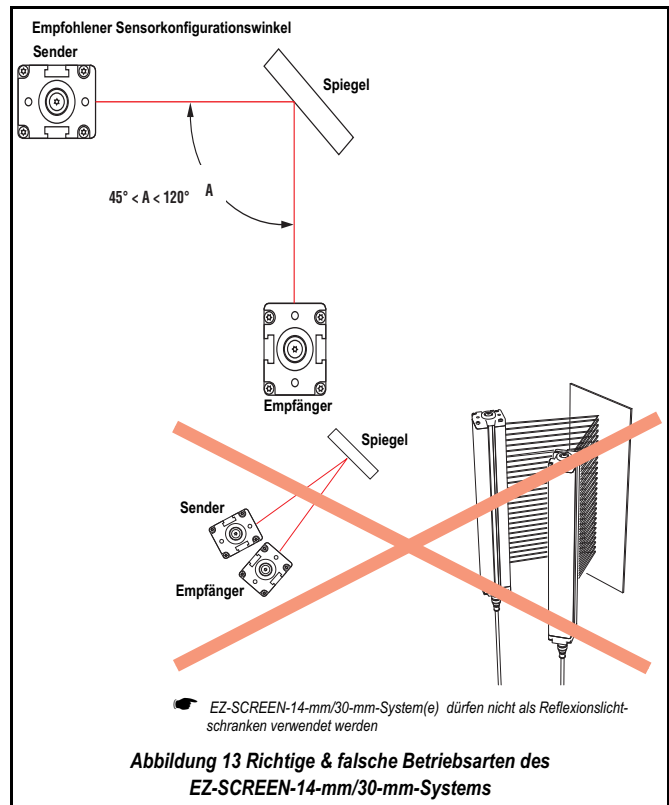

Abbildung 13 Richtige & falsche Betriebsarten des EZ-SCREEN-14-mm/30-mm-Systems
Wenn Spiegel verwendet werden, muss der Unterschied zwischen dem Einfallswinkel vom Sender zum Spiegel und vom Spiegel zum Empfänger zwischen 45° und 120° liegen (siehe Abbildung 13 auf Seite 30). Wenn sie wie im Beispiel gezeigt in einem spitzeren Winkel positioniert werden, könnte ein Objekt im *Sicherheits-Lichtvorhang* Strahlen zum Empfänger reflektieren, wodurch verhindert wird, dass das Objekt erfasst wird (d. h. *falsches Proxing*). Winkel über 120° erschweren die Ausrichtung und führen möglicherweise zu *optischen Kurzschlüssen*.
- 4) Neigen Sie die Spiegel relativ zum Sender/Empfänger so, dass die vordere Fläche eines Senders/Empfängers im ersten Spiegel zu sehen ist, wenn Sie direkt vor dem anderen Sender/Empfänger stehen und in den Spiegel sehen (siehe Abschnitt 4.1.5 auf Seite 30 und Abbildung 13 auf Seite 30).